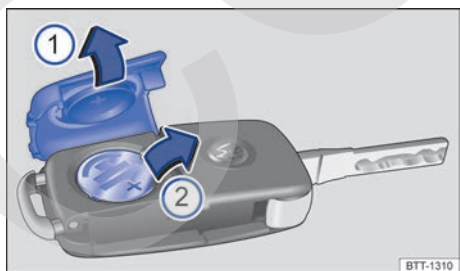

Fig. 55 Llave del vehículo con mando remoto: ① Abrir la tapa del alojamiento de la batería. ② Remover la pila.
La batería se encuentra en el lado posterior de la llave del vehículo con comando remoto, debajo de una cubierta → fig. 55.
- Retirar la cubierta en el lado posterior de la llave → fig. 55 ① en el sentido de la flecha → ①.
- Retirar la batería del alojamiento de la batería con una herramienta adecuada ②.
- Colocar la nueva batería según lo indicado ② y presionar en sentido contrario al de la flecha hacia dentro del alojamiento de la batería → ①.
- Posicionar la cubierta como se indica ① y presionar en el sentido contrario al de la flecha sobre la carcasa de la llave del vehículo hasta encajarla.